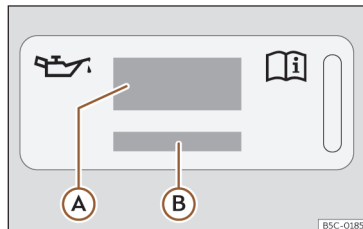
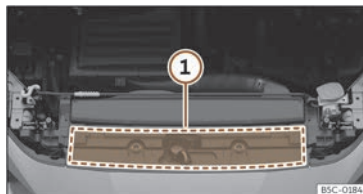

Fig. 223 Dans le compartiment moteur : étiquette d'huile moteur
Fig. 224 Dans le compartiment moteur : zone d'emplacement de l'étiquette d'huile moteur
Légende de la >>> **fig. 223** :
Si vous devez ajouter de l'huile moteur, utilisez l'une des huiles indiquées sur l'étiquette >>> **fig. 223**. L'étiquette avec la norme prescrite se trouve sur l'avant du compartiment moteur >>> **fig. 224** **ⓘ**. Si vous utilisez l'huile moteur recommandée, vous pouvez corriger le niveau de remplissage autant de fois que nécessaire.
- En cas d'absence de l'étiquette avec la spécification de l'huile moteur >>> fig. 223, contactez un atelier spécialisé.